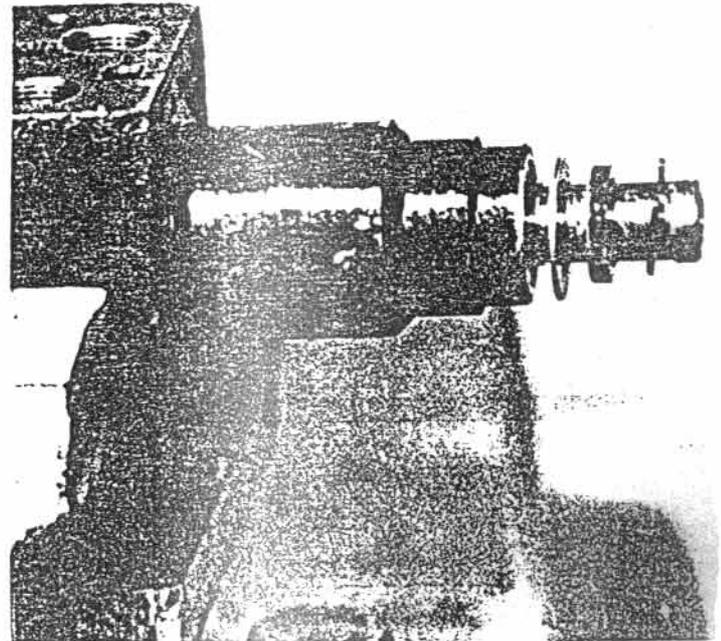

Рис. 8.27
- Ставятся регулирующие шайбы 24 и кольцо 19 командного вала и обеспечиваются кольцом 22. (См. рис. 8.27). Осевой зазор командного вала должен быть макс. 0,05 мм и регулируется подходящим набором регулирующих шайб. Толщины шайб: 0,45; 0,5; 0,55; 0,60; 0,70; 0,75; 0,80; 0,85 и 0,90 мм. Измеряемый приспособлением П 05.02 момент трения не должен превышать $40 \text{ N cm} / 4,0 \text{ kgf.cm} /$.